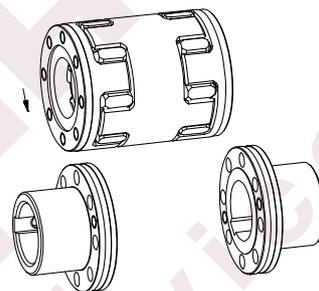

Рис. 13: Установка смонтированной вставки
- Установите смонтированные детали между фланцами муфты (см. рис. 13).